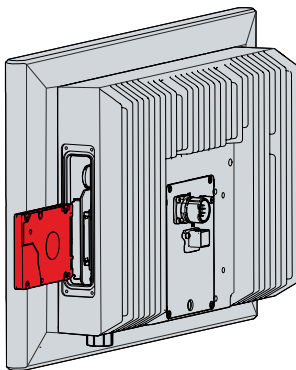

Abb. 41: CP32xx-1600\_Austausch Speichermedium
2. Stecken Sie die neue Batterie per Hand in den PC. Achten Sie dabei auf die richtige Polung. Der Minuspol der Batterie muss zum Display zeigen (siehe Abb. 41).